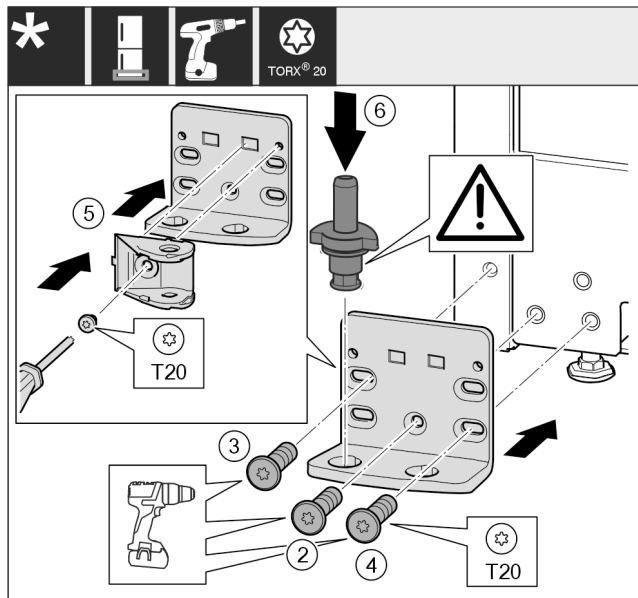

Fig. 44 *
- Ležajni podstavek namestite na drugo stran in ga po s pomočjo izvijača. Pričinite z vijakom Fig. 44 (2) spodaj na sredini.*
- Privijte vijak Fig. 44 (3) in vijak Fig. 44 (4).*
- Spoj blažilnika za zapiranje vrat Fig. 44 (5) obrnite za 180°. Privijte ležajni podstavek na drugi strani z izvijačem.*
- Vstavite ležajni sornik Fig. 44 (6) do konca. Pri tem pazite na to, da je zaskočni zapah obrnjen nazaj.*